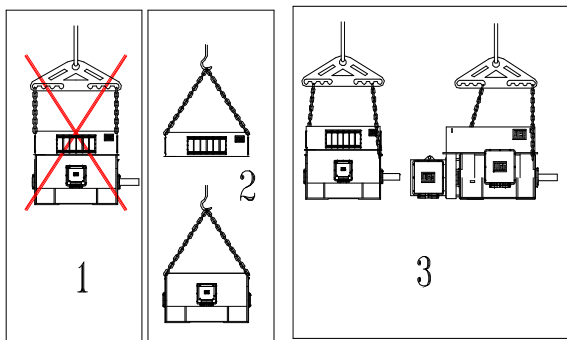

图 3.1：电机搬运
- 电机必须按照图 3.1 的位置 2 和 3 进行搬运；
- 如果重心不完全在吊耳的中心，则使用图 3.1 第 3 项所示的方法之一；